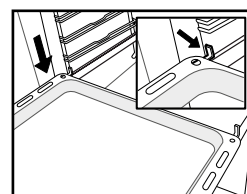

Fig. 5
5. Coloque los accesorios en la guía corredera (Fig. 5, 6).